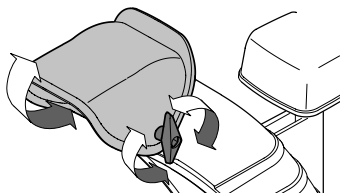

Figure 43
1. Desserrez l'écrou papillon placé sur le côté gauche de la goulotte. Voir (Figure 43).